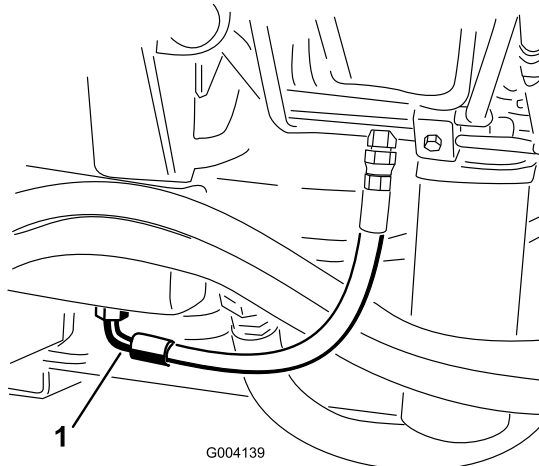

Figura 67
2. Coloque um recipiente de escoamento grande debaixo da união presa à parte de baixo do reservatório do fluido hidráulico (Figura 67).